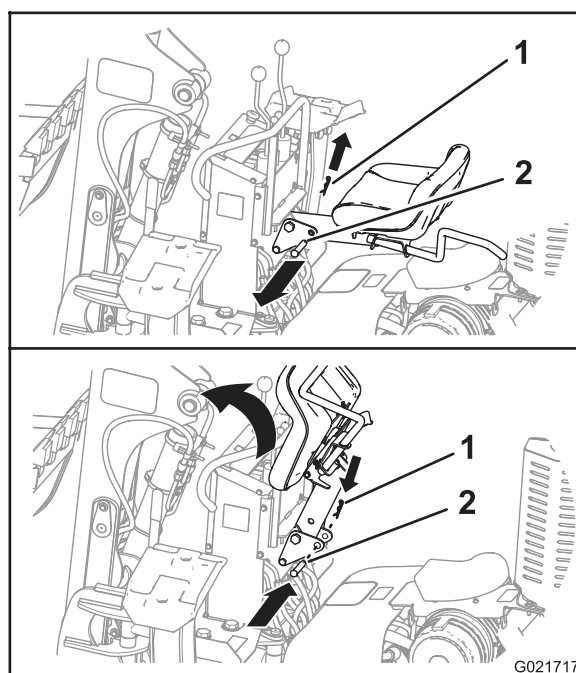

Figure 38
- A. Retirez la goupille fendue de l'axe de blocage du siège (Figure 38).
- B. Retirez l'axe de blocage du siège du cadre de la pelle rétrocaveuse et du support du siège (Figure 38).
- C. Faites pivoter le support du siège vers le haut et insérez l'axe de blocage du siège dans les trous du cadre de la pelle rétrocaveuse pour bloquer le siège relevé et faciliter ainsi la dépose du panneau avant (Figure 38).
- A. Retirez l'axe de blocage du siège et abaissez le support du siège en position d'utilisation (Figure 38).
- B. Insérez l'axe de blocage du siège dans les trous du cadre de la pelle rétrocaveuse et du support du siège (Figure 38).
- C. Insérez la goupille fendue dans le trou de l'axe de blocage (Figure 38).